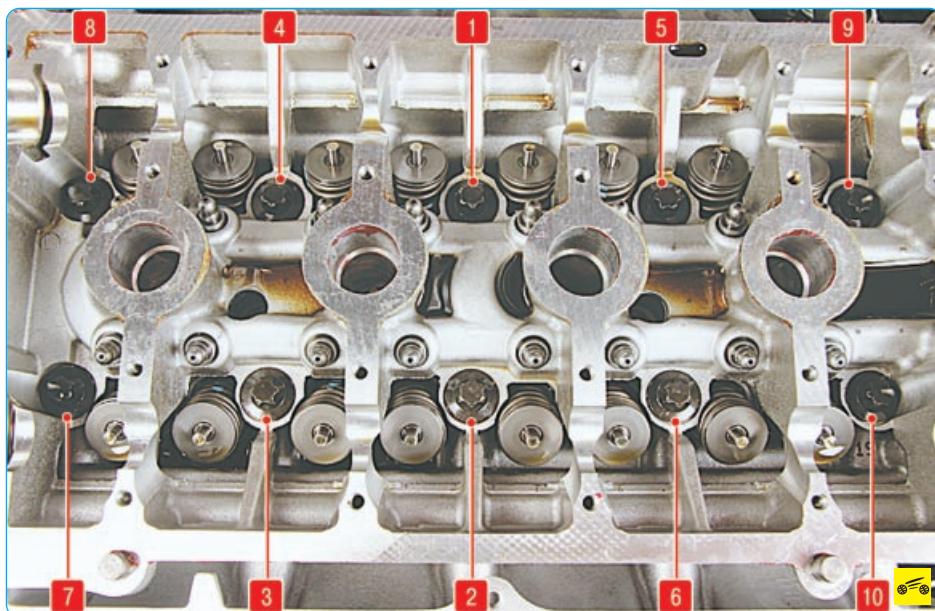

Рис. 5.9. Порядок затяжки болтов крепления головки блока цилиндров
– затягивайте болты на холодном двигателе в указанном порядке (рис. 5.9) в два этапа: